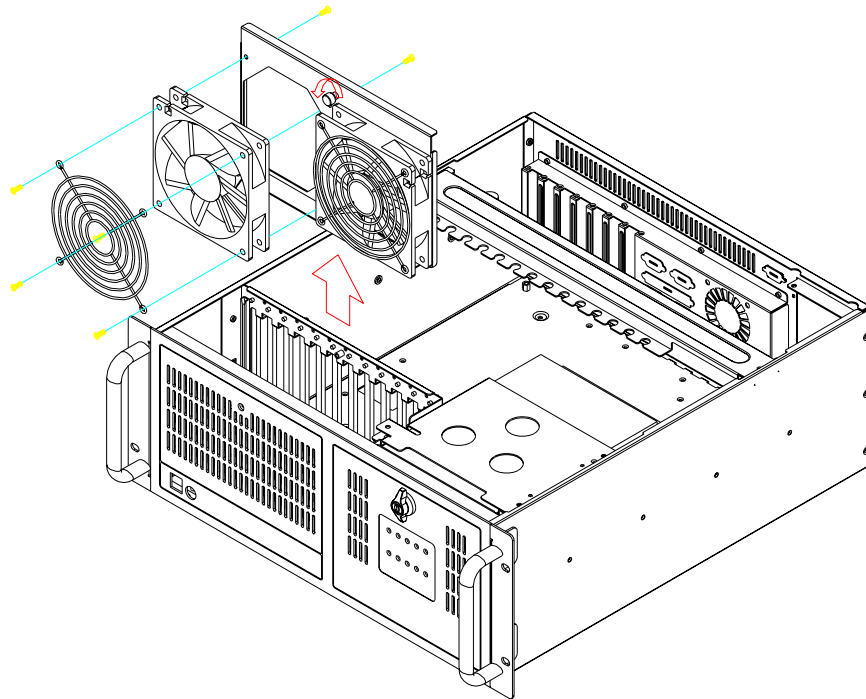

图 3.4： 更换 ACP-4000/IPC-610-H 的冷却风扇
5. 用卸下的 8 个螺丝将新风扇安装在风扇支架和风扇网罩上。（如图 3.4 所示）